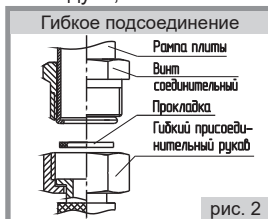

рис. 2
■ При подключении плиты (рис.2) для создания герметичности следует между рампой и присоединительной гайкой подводки газа установить газовый фильтр или прокладку.